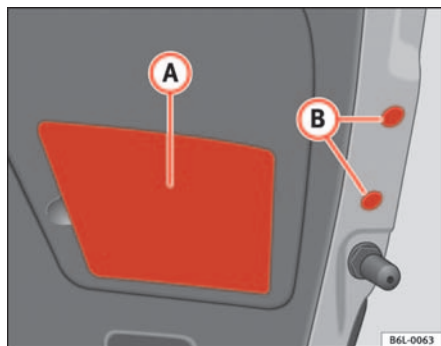

Fig. 155 Luz trasera en el portón
- Coloque los tapones **(B)** y la cubierta de plástico **(A)** ⇒ fig. 155